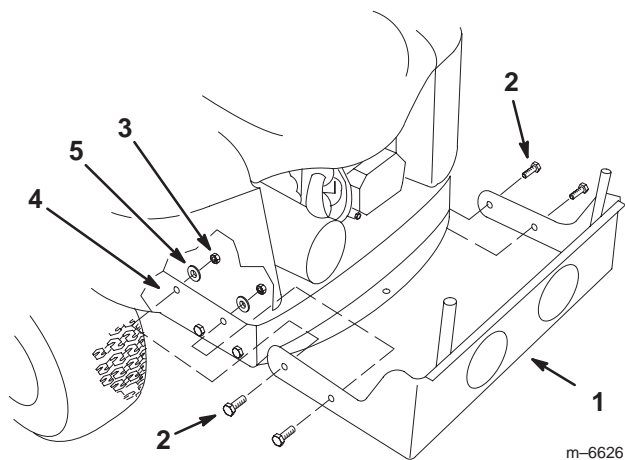

Bild 4
2. Fluchten Sie die Löcher im Hinterrahmen und in der Befestigungshalterung des Heckfangsystems aus (Bild 4).
3. Befestigen Sie die Befestigungshalterung des Heckfangsystems mit vier Schrauben (3/8 x 1 Zoll), vier Scheiben (3/8 Zoll) und vier Sicherungsmuttern (3/8 Zoll) (Bild 4).